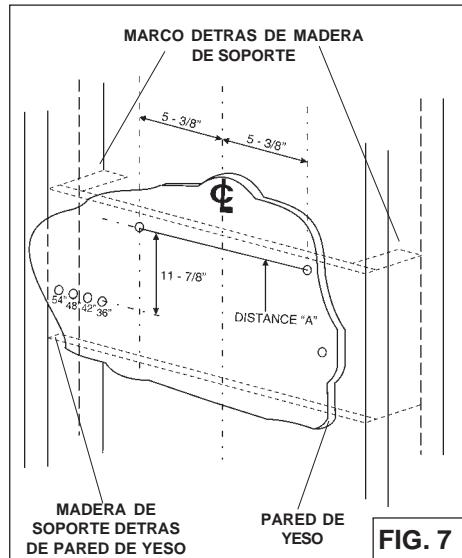

FIG. 7
1. Construya un marco de madera dentro de la pared que este al ras de los taquitos (Fig. 7).